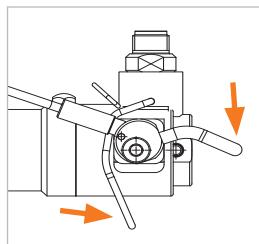

Figure 7
- ▶ Rabattez l'arceau de commande (n° 6) vers le bas et tirez simultanément sur le dispositif de verrouillage (n° 8) (*Figure 7*). Le câble d'acier flexible se replie vers le haut et les mâchoires de serrage s'ouvrent.